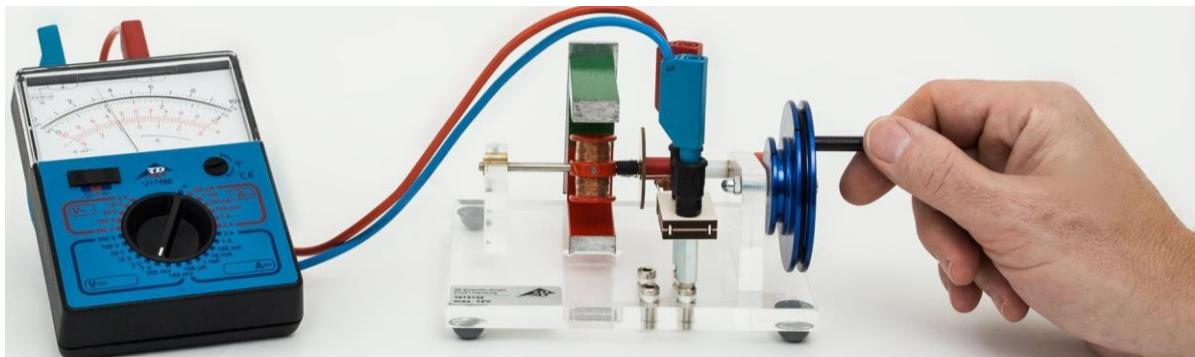

Fig. 3 Betrieb als Gleichstromgenerator mit Vielfach-Messgerät ESCOLA 10
- Stromabnehmer auf das rechte Buchsenpaar des Buchsenfeldes auf der Grundplatte stecken (siehe Fig. 3).